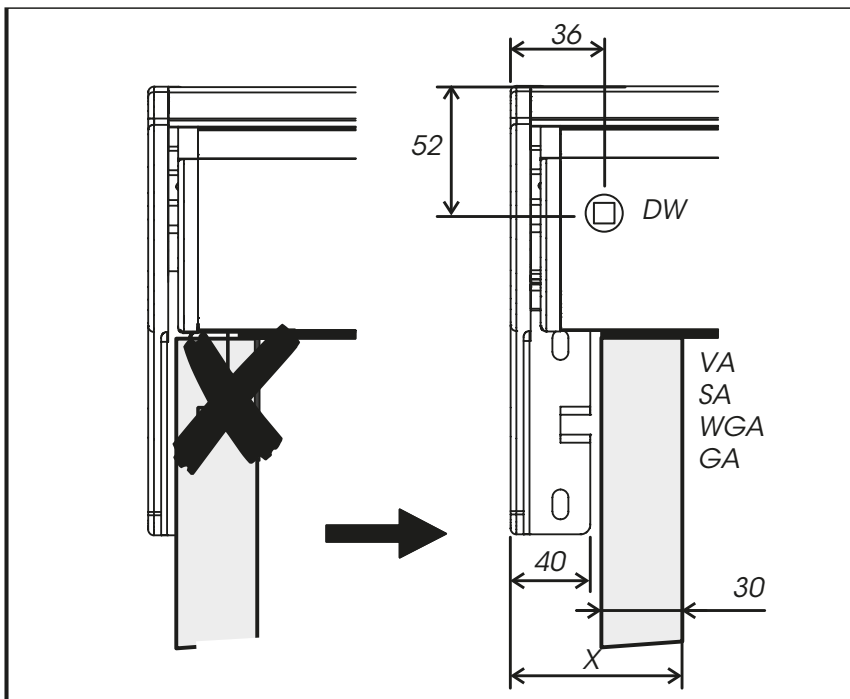

fig. 8: Positie van de armen
- Monteer de buitenste armen en muurbeugels steeds zo ver mogelijk naar de zijkant toe (zie hiervoor tabel onder fig.8). Verdeel de overblijvende armen en beugels proportioneel over de resterende breedte.